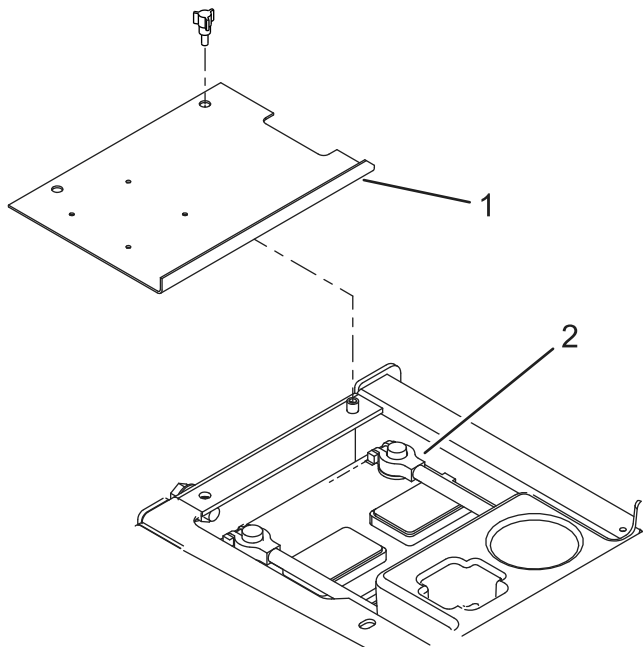

Figura 1
1. Retire a cobertura da caixa da bateria (Figura 1).
2. Desligue o cabo negativo (-) da bateria (Figura 1).